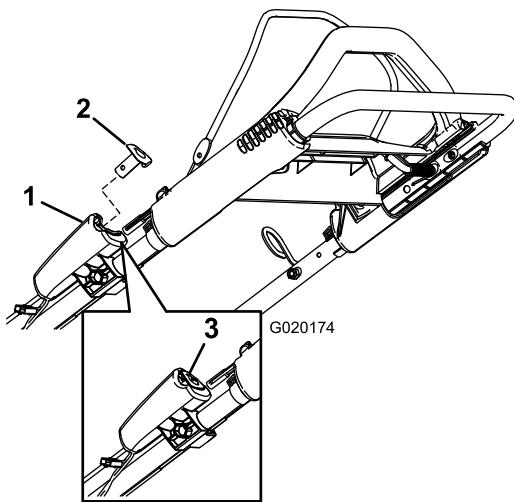

Figura 18
2. Pulse el botón de arranque eléctrico hasta que arranque el motor (Figura 18).
Nota: Si se ha retirado el botón de arranque eléctrico, intodúzcalo en el arrancador eléctrico; consulte Figura 18.